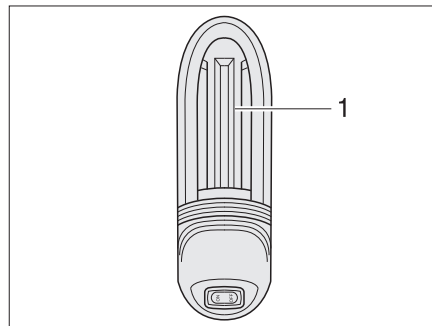

Fig. 365 Lampe de garage
- Pousser le cache de luminaire (Fig. 365,1) vers le haut et l'enlever.